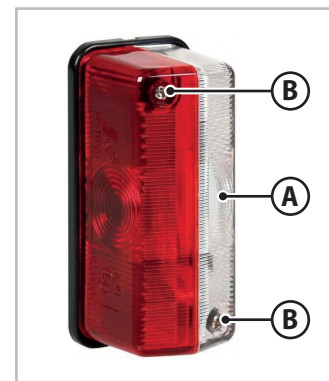

Fig. 7.3 - Sidemarkeringslygter
2. Tag den hvid-røde skærm (A - Fig. 7.3) af ved at fjerne fæsteskrue (B - Fig. 7.3).
5. Montér den hvid-røde skærm (A - Fig. 7.3) igen ved hjælp af de tidligere fjernede fæsteskrue (B - Fig. 7.3).